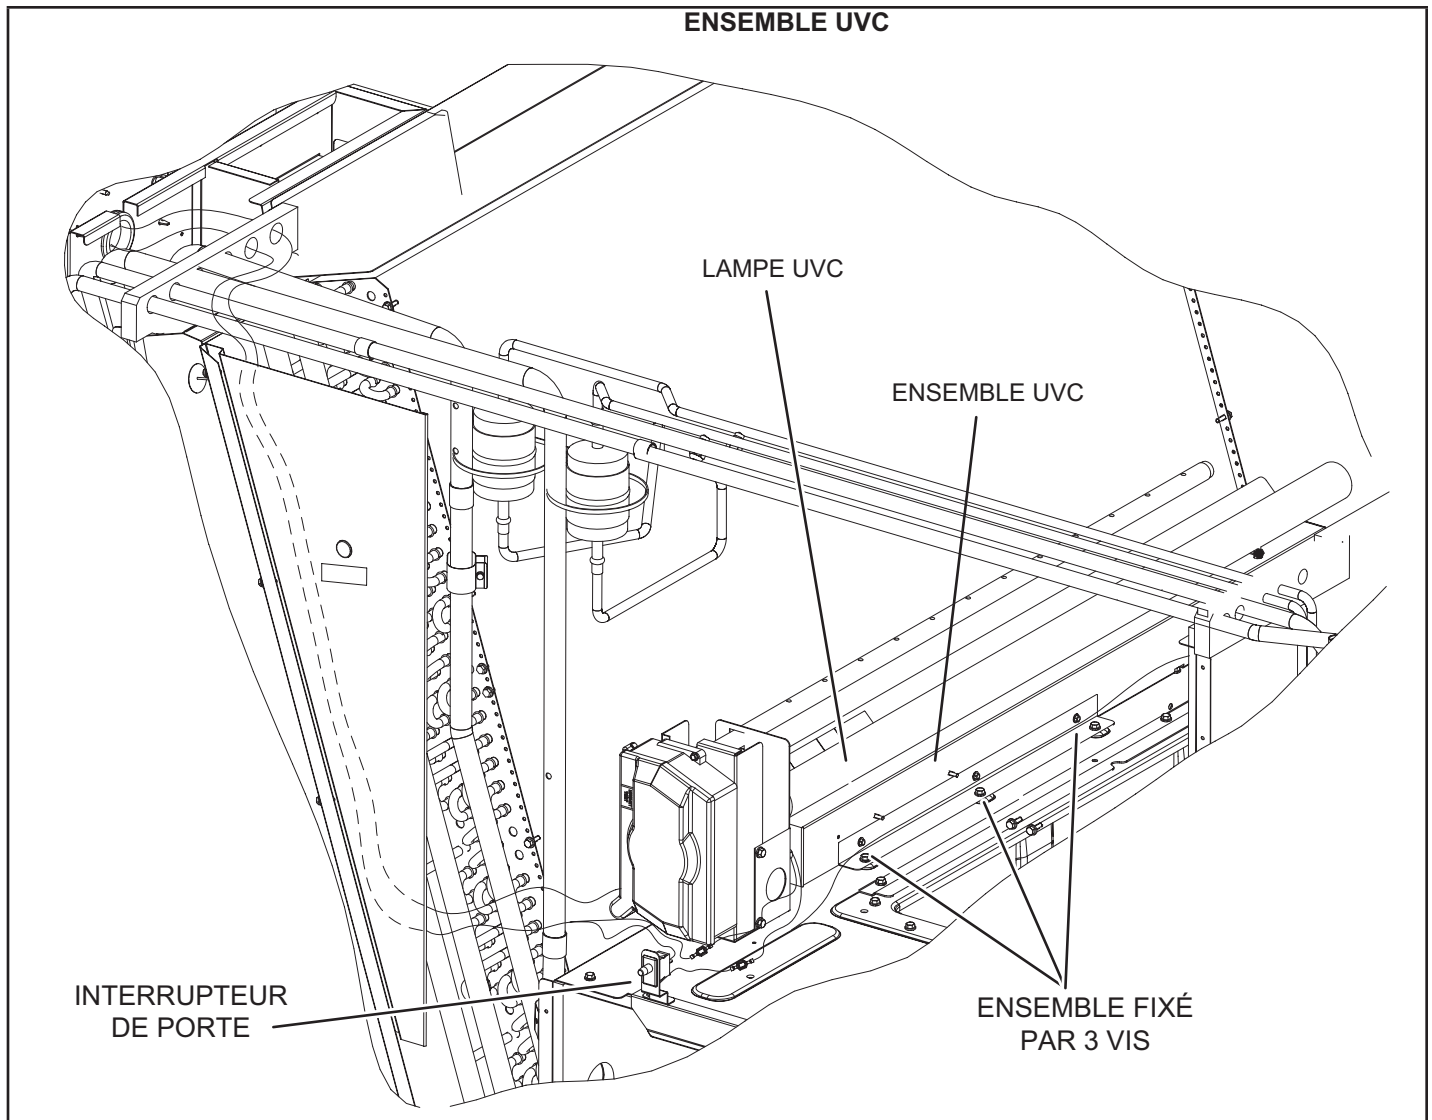

FIGURE 41
Lorsque la lampe UVC est installée en usine, elle est expédiée dans de la mousse. La lampe est fixée à l'ensemble UVC sur le support du ventilateur. Voir FIGURE 41. Retirer la lampe et l'installer dans le dispositif pour lampe UVC en suivant les étapes 2 à 11.
- 4 - Retirer et conserver les 3 vis qui fixent l'ensemble UVC. Sortir délicatement l'ensemble UVC en le faisant glisser par la porte d'accès au ventilateur. Voir FIGURE 41.
- 7 - Placer délicatement l'ensemble UVC sur le support du ventilateur. Aligner les trous de fixation de l'ensemble UVC sur les trous de fixation du support du ventilateur. Voir FIGURE 41. Utiliser les vis fournies pour fixer l'ensemble UVC.